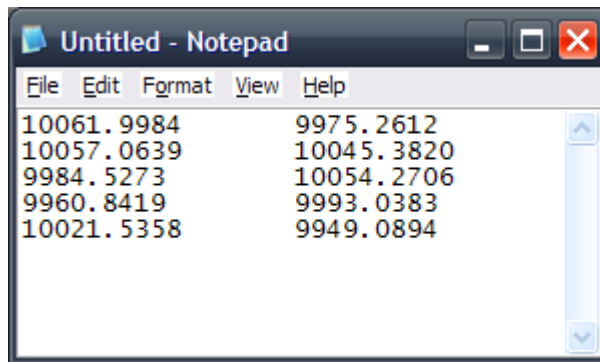

Fig. 1 : Pantalla del Editor Notepad de Windows
2. En el editor de texto escriba las siguientes coordenadas **Y-X** por línea (Fig. 1):